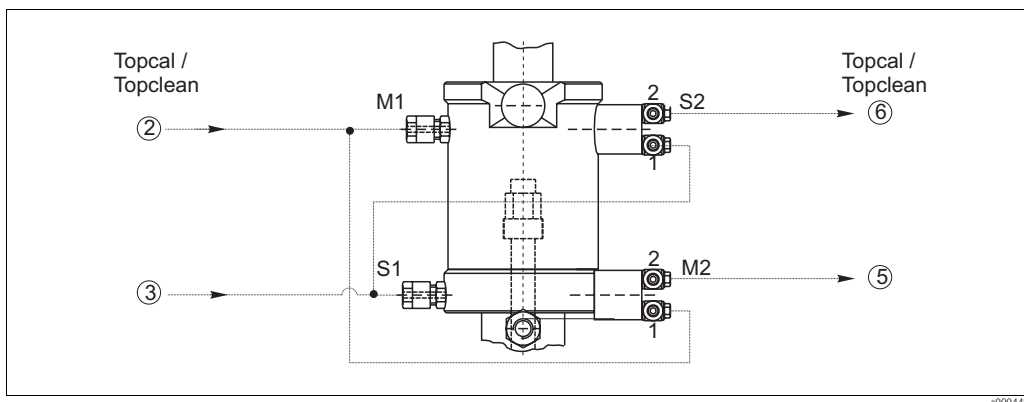

Fig. 11: Connessioni pneumatiche e interruttori di soglia pneumatici (1=ingresso, 2=uscita)
- Collegare la linea di erogazione dell'aria compressa per "Armatura in fase di misura" (TopCal/TopClean: tubo flessibile n. ②) alla connessione pneumatica G 1/8 superiore (fig. 11).
- Collegare anche la linea di alimentazione dell'aria compressa n. ② all'ingresso (1) dell'interruttore di soglia inferiore (M2, mediante elemento a T). Questo interruttore di soglia trasmette il segnale "Armatura in fase di misura".
3. Se viene raggiunta la posizione di "Misura", l'aria collegata all'ingresso M2 (1) è commutata e trasferita all'uscita M2 (2) (Topcal/ Topclean: collegare il tubo flessibile ⑤ all'uscita dell'interruttore di soglia).
4. Collegare la linea di erogazione dell'aria compressa per "Armatura in manutenzione" (TopCal/TopClean: tubo flessibile n. ③) alla connessione pneumatica G 1/8 inferiore.
5. Collegare anche la linea di alimentazione dell'aria compressa n. ③ all'ingresso (1) dell'interruttore di soglia superiore (S2, mediante elemento a T). Questo interruttore di soglia trasmette il segnale "Armatura in manutenzione".
6. Se viene raggiunta la posizione di "Manutenzione", l'aria collegata all'ingresso S2 (1) è commutata e trasferita all'uscita S2 (2) (Topcal/ Topclean: tubo flessibile n. ⑥).